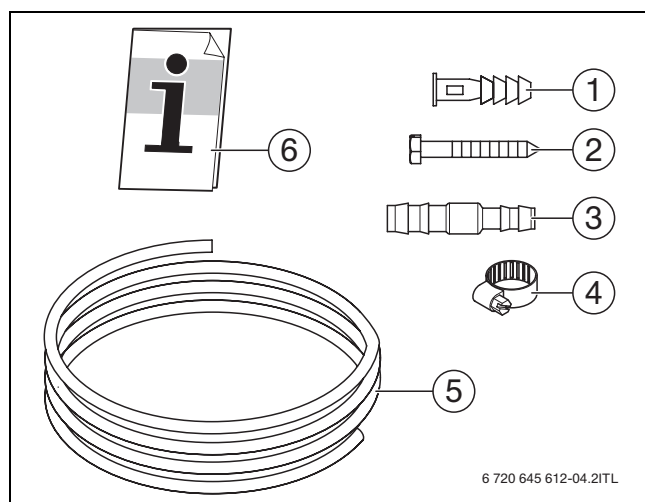

Fig. 1 Volumen de suministro
- Accesorios suministrados (→ fig. 1)